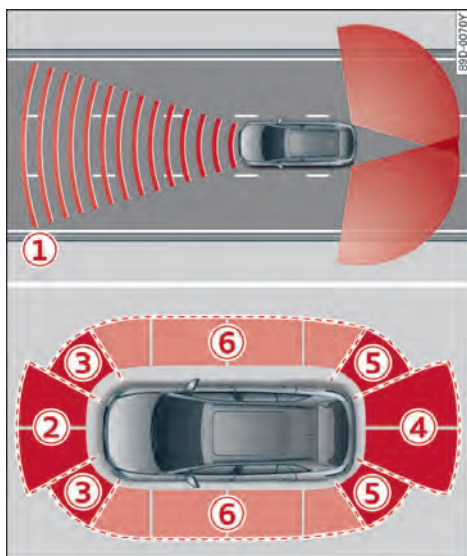
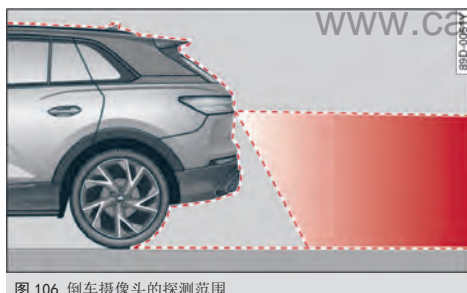

图 105 感应器探测范围
图 106 倒车摄像头的探测范围
根据车辆装备情况，系统能识别车辆周围的情况⇒图 105①。
根据车辆装备情况，您可以借助超声波感应器让系统在 MMI 中显示不同区域⇒图 105。
倒车摄像头只能摄取红色标记区域的图像⇒图 106。在中间显示屏中只显示该区域的情况⇒△。
- 感应器和摄像头的探测区域⇒ 图 105 和⇒ 图 106 只是示意显示，展示的不是成比例的感应器作用范围。